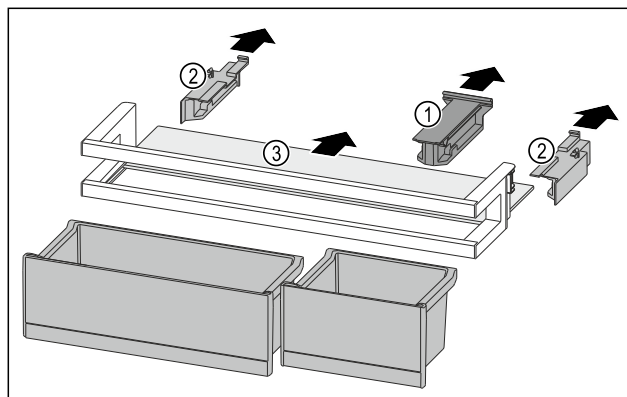

Fig. 125
- Estrarre l'elemento di tenuta Fig. 125 (1).
- Togliere gli elementi laterali Fig. 125 (2).
- Rimuovere il ripiano Fig. 125 (3).